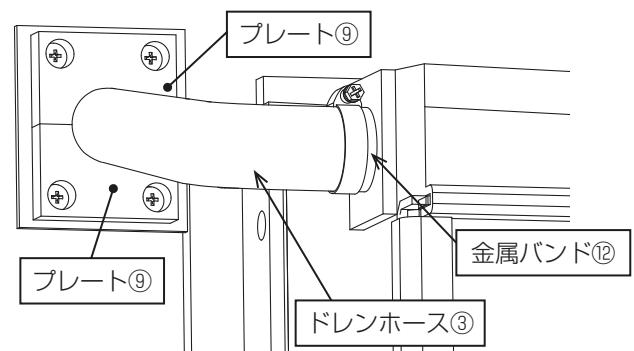

図18
- 3) ドレンホースを挟み込むようにプレート⑨を、断熱材が外側になるようにネジ4×10①で固定してください。(ネジ4本) (図18)